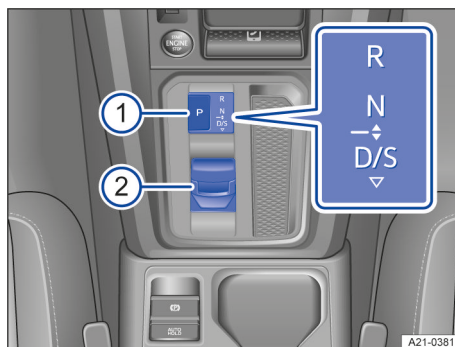

Fig. 104 Maneta selectorului transmisiei automate, cu buton pentru blocarea la parcare.
Pe afișajul panoului de bord și în partea de jos a consolei centrale este afișată treapta de deplasare selectată, când contactul este cuplat → fig. 104.
Pentru a cupla blocarea la parcare, apăsați butonul **P** → fig. 104 ①.
Pentru a comuta între treptele de deplasare **D** și **S**, apăsați maneta selectorului către spate → fig. 104 ②.